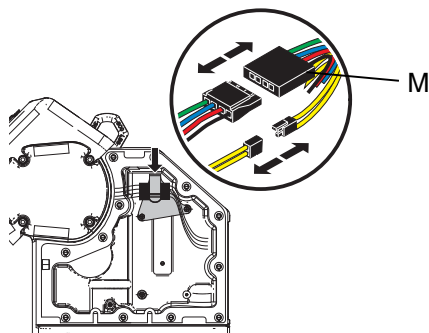

**FIG. 21: Incliner le couvercle du boîtier électronique**
4. En agissant avec prudence, incliner le couvercle (50) du boîtier électronique vers le bas. Voir les FIG. 21, 16 page.